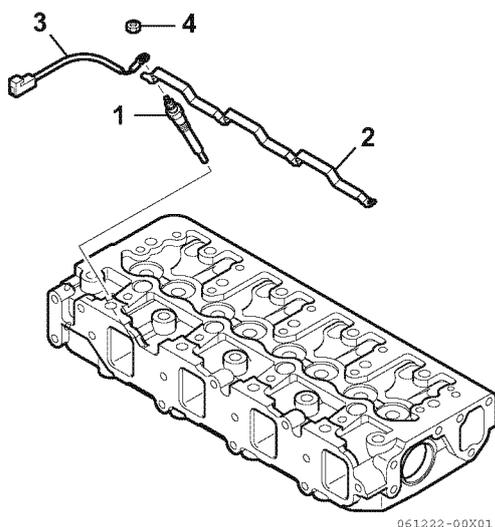

**Figure 6-7**
12. S'il existe un papillon d'échappement (1, **Figure 6-7**), retirez les câbles électriques (2, **Figure 6-7**) du côté de la machine entraînée.